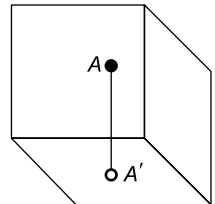

Рис. 4
2.1. На наглядном изображении, приведенном на рис. 4:
2.2. По наглядному изображению, приведенному на рис. 4, построить чертеж точки A .